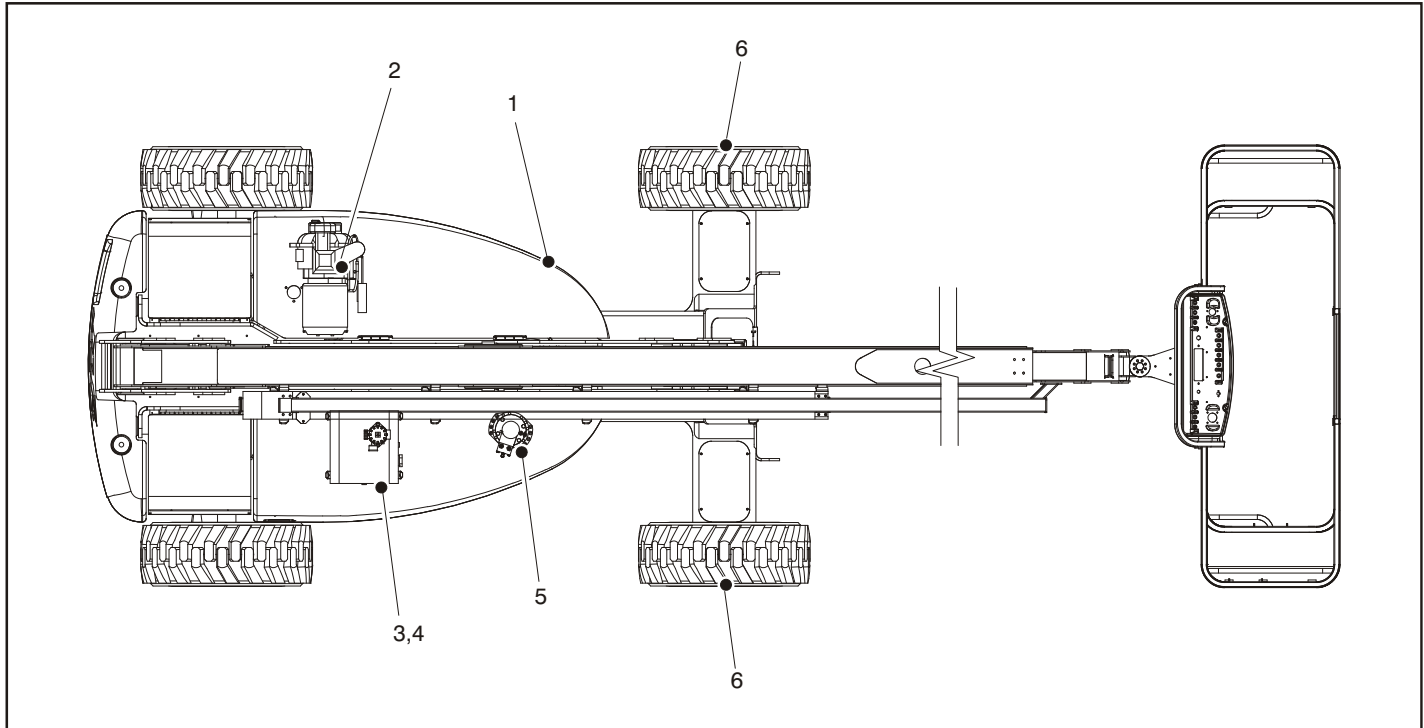

Fig. 6-2. Diagram över förarunderhåll och smörjning
**OBS!** Följande nummer motsvarar de i Fig. 6-2., Diagram över förarunderhåll och smörjning.